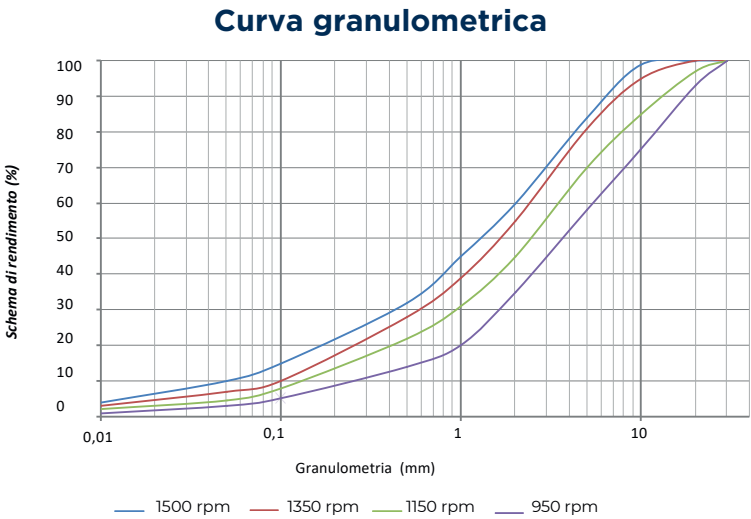

Fig.1
In generale, combinando le caratteristiche del materiale, la dimensione massima di alimentazione, la velocità del rotore e il rapporto di compressione (CR) si ottiene quanto segue (Fig.1).